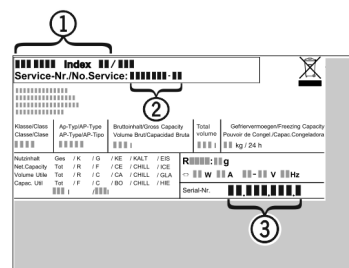

Fig. 11
- ▶ Odczytać z tabliczki znamionowej oznaczenie urządzenia *Fig. 11 (1)*, nr serwisowy *Fig. 11 (2)* oraz numer seryjny *Fig. 11 (3)*. Tabliczka znamionowa znajduje się po lewej stronie wewnątrz urządzenia.
- ▶ Poinformować serwis i podać opis zaktócenia, oznaczenie urządzenia *Fig. 11 (1)*, nr serwisowy *Fig. 11 (2)* oraz numer seryjny *Fig. 11 (3)*.